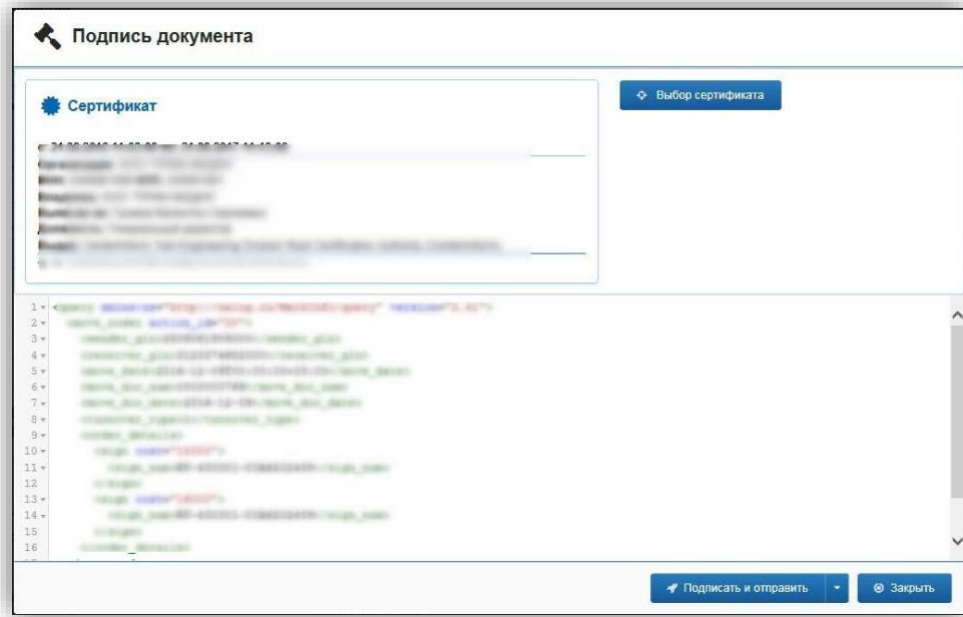

Рисунок 172 – Подпись документа
- В окне «Подпись документа» выберите сертификат для подписи и нажмите кнопку «Подписать и отправить» (рис. 172).